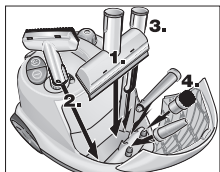

Fig. 10: Compartimentul pentru accesorii
- Așezați duza de mână, duza de curățare a geamurilor, duza punctiformă și materialul mărunț, în compartimentul pentru accesorii (vezi fig. 10).